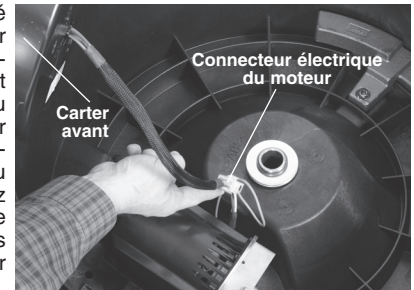

Figure 1 – Carter du dégorgeoir ouvert
2. Servez-vous d'une clé Allen de 4 mm pour desserrer les vis du couvercle avant qui sont attachées au carter et au cadre. Relevez le carter pour débrancher le connecteur électrique du moteur (Figure 1). Enflez le câble à travers l'orifice pour le réintroduire dans l'appareil. Retirez le carter avant.